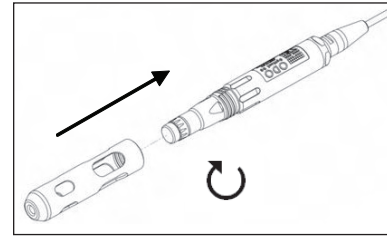

Figure 4
3. Réinstallez la protection de la sonde en la glissant soigneusement sur le capteur puis en la vissant sur l'ensemble de câble/sonde dans le sens horaire (Figure 4).